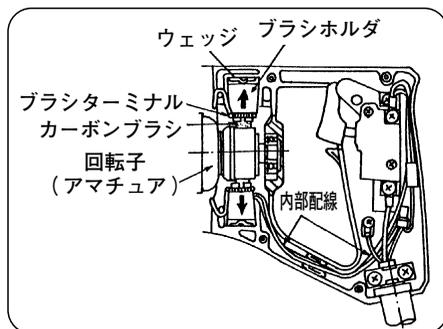

図 32
また、カーボンブラシはゴミなどを取り除いてきれいにし、ブラシホルダ内で自由にすべるようにしておいてください。(図32参照)
- (2) ウェッジをペンチなどで抜きとります。(図32参照)
- (3) ブラシホルダはドライバーの先などで矢印の方向に押し上げカーボンブラシと一緒に取り出します。
- (3) ブラシホルダに割れ(クラック)を生じさせないようにウェッジを指で押し込み、木ハンマーなどで軽く打ち込みます。割れのあるブラシホルダをそのまま組み込みますと感電の原因となりますので必ず新品と交換してください。
- (4) 内部配線類が図32のように正規の位置にあること、また内部配線類が回転子(アマチュア)に接触しないことを十分確認してください。
- (5) 内部配線類がハウジングとの間にかみ込まれないよう十分注意してハンドルカバーをかぶせて4mmネジを締付けてください。(図32)